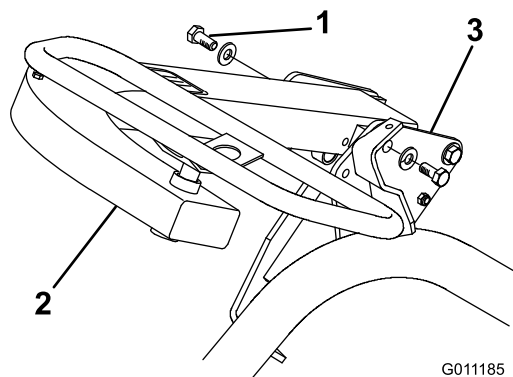

Figura 6
3. Scegliete il foro di montaggio che garantisce il miglior comfort per l'operatore e fissate il braccio con 2 bulloni (1/2 x 3/4 pollici) e 2 rondelle (1/2 pollice) (un bullone e una rondella sono forniti come parti sciolte) (Figura 6).